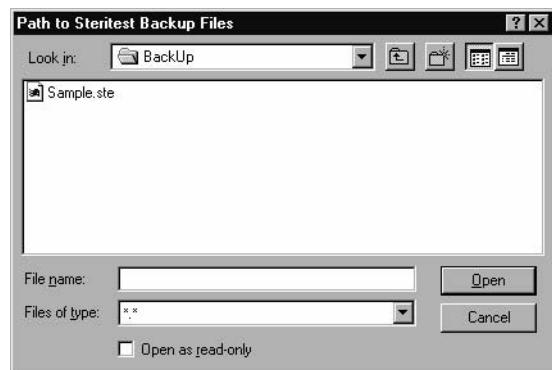

Abbildung 37: Fenster zur Auswahl des Pfads zu den Sicherungsdateien
3. Geben Sie den Pfad in das Feld **Path to Steritest Backup Files** (*Pfad zu Steritest-Sicherungsdateien*) ein oder klicken Sie auf die Schaltfläche [. . .], um das Suchfenster anzuzeigen und den Pfad auszuwählen (Abbildung 37).